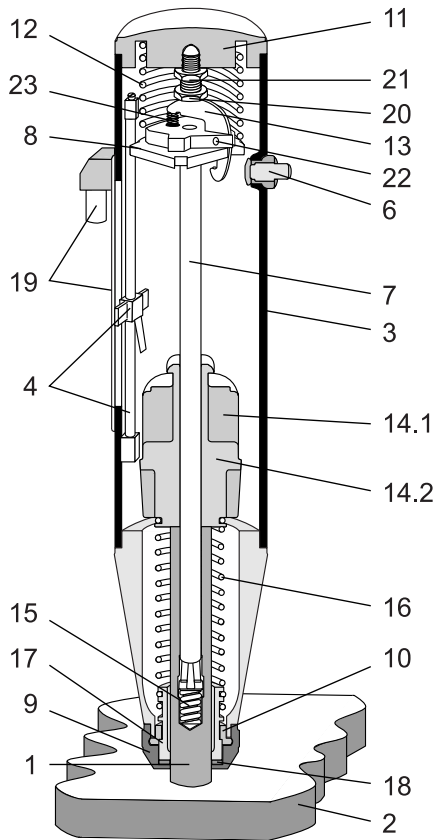

Fig. 6.2 Längsschnitt durch Betonprüfhammer
Die in Klammern () aufgeführten Positionen sind in Fig. 6.2, «Längsschnitt durch Betonprüfhammer» dargestellt.
Schleifer und Stange (4) (siehe Fig. 6.2) dürfen unter keinen Umständen demontiert, verstellt oder gereinigt werden, da sich sonst die Reibung verändern könnte.